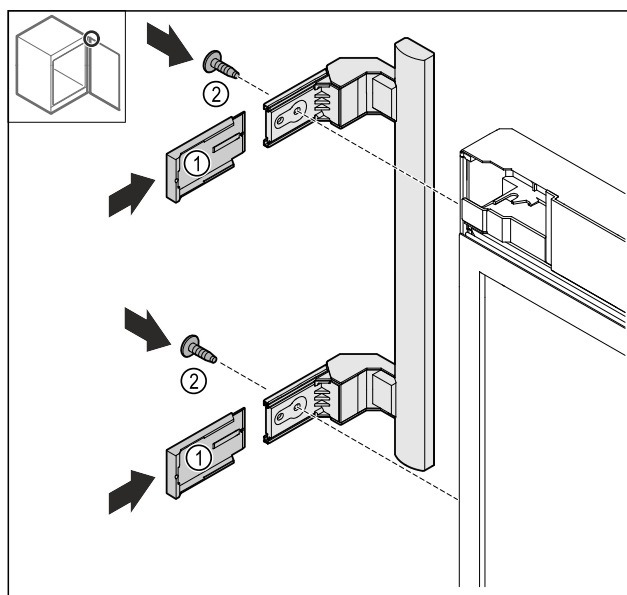

Fig. 25
- Montați capacele Fig. 25 (1).